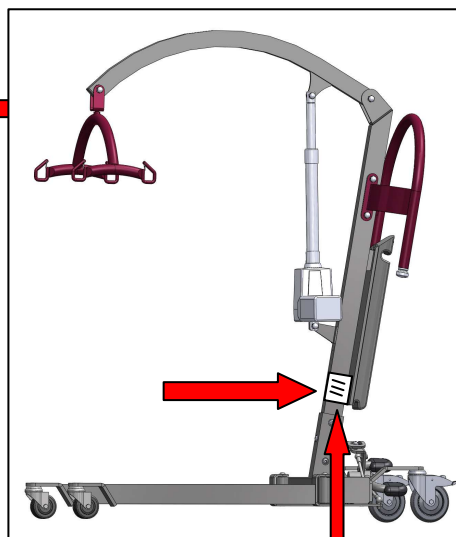

Figure 3
- Les numéros de série des produits affectés sont indiqués par marché dans cet avis. Prière de lire l'Annexe 1 qui contient une liste complète des numéros de série correspondant à votre pays. Vous pouvez facilement repérer le numéro de série sur le côté du lève-malade, à l'extrémité inférieure du vérin, tel qu'illustré à la **Figure 3**.